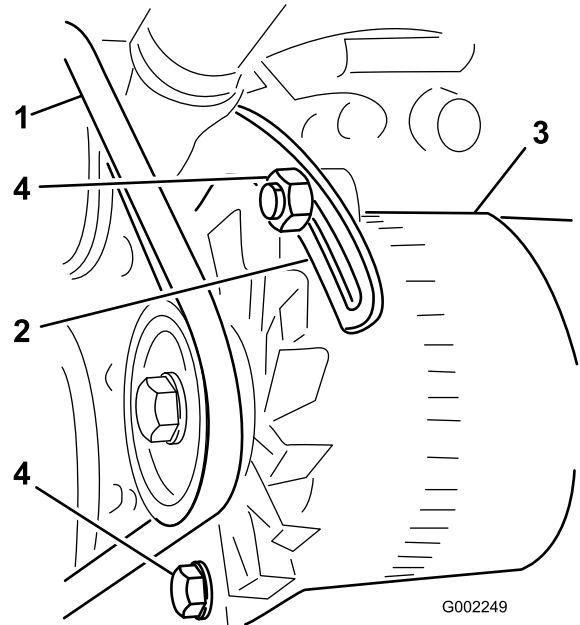

Figure 58
3. Desserrez les boulons de fixation du renfort au moteur et le boulon de fixation de l'alternateur au renfort (Figure 58).